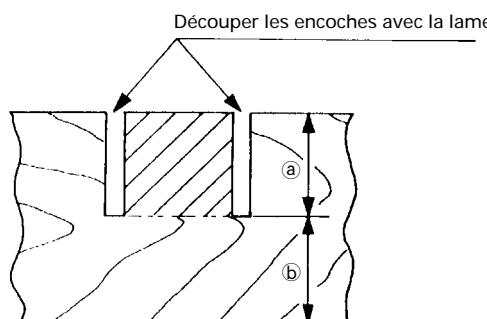

Fig. 46
Les encoches dans les pièces se découpent comme indiqué à la Fig. 46 en réglant le boulon de réglage de la profondeur de 8mm.
- (1) Desserrer l'écrou à oreilles de 8mm et tourner le boulon de réglage de la profondeur de 8mm à la main.
- (2) Régler la profondeur de coupe voulue en réglant la distance entre la lame et la surface du socle (voir b à la Fig. 46).
- (3) Quand le réglage est terminé, bien resserrer l'écrou à oreilles de 8mm.